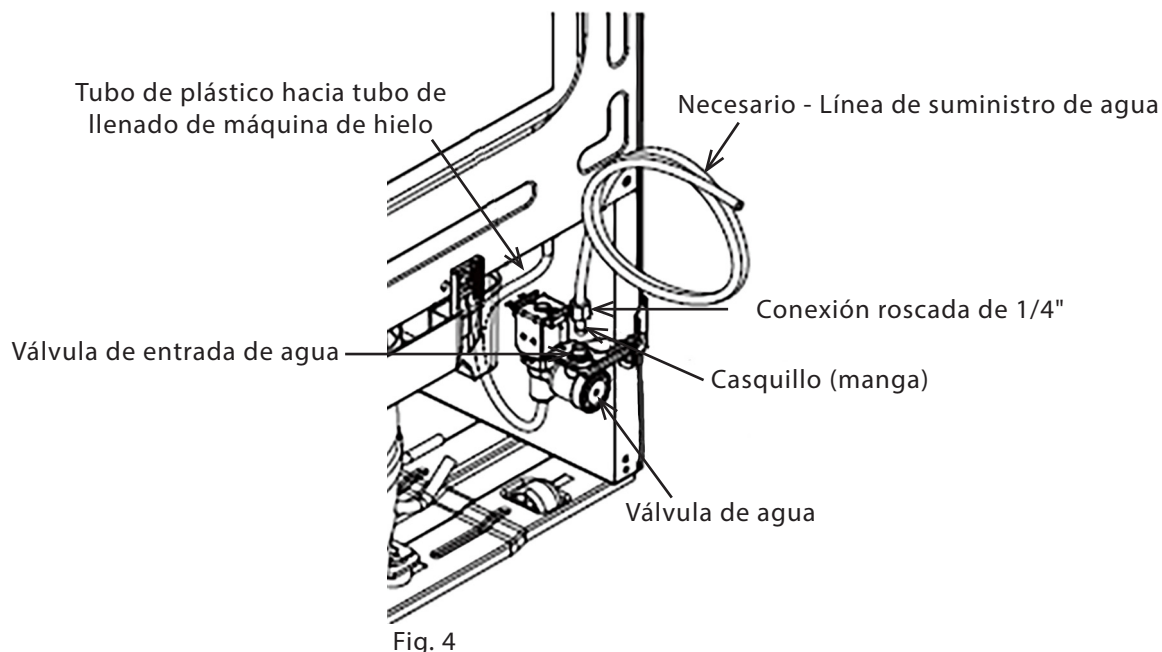

Fig. 4
2. Retire la tapa de plástico flexible de la entrada de la válvula de agua (Fig. 4).
3. Realice las conexiones adecuadas entre la línea de agua del refrigerador y el suministro principal de agua (Fig. 4).